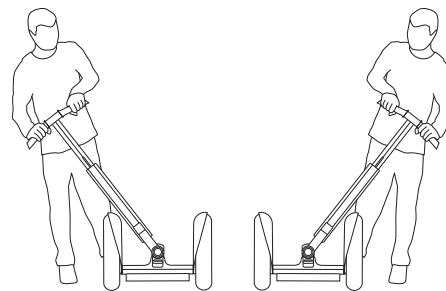

図 6. LeanSteer フレームを点検します
5. Segway PT をオフにして、フェンダーにつくまで LeanSteer フレームを左右一杯に傾けます (図 6 を参照してください)。